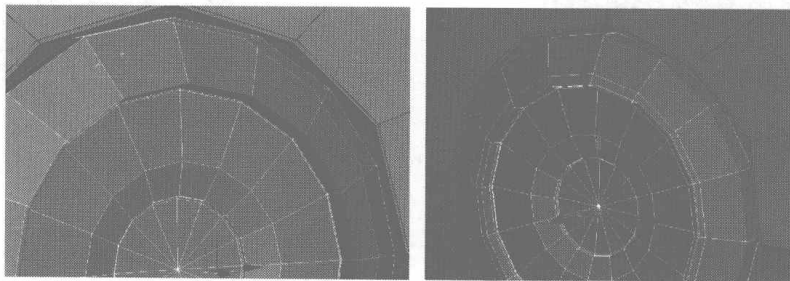
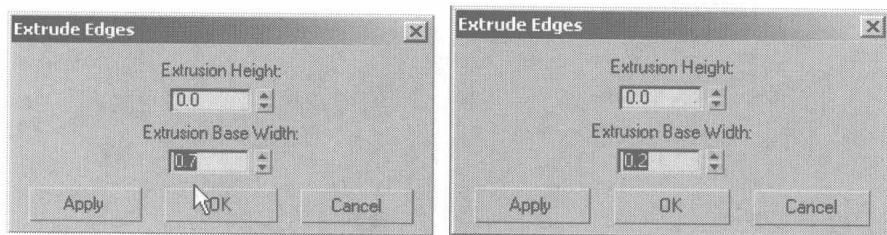

图 4.126
图 4.127
- 10** 分别选择如图 4.126 所示的边线，在 Edit Edges 卷展栏中单击 **Extrude** 右侧的小按钮，在弹出的对话框中设置挤压参数，如图 4.127 所示。